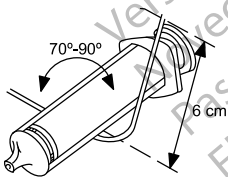

Figura 4. Curve el estilete
2. Seleccione un estilete según la función y la firmeza preferida. Si lo desea, curve suavemente el estilete con un instrumento estéril de superficie lisa (p. ej., el cilindro de una jeringa de 10 o 12 cc) (Figura 4 Curve el estilete en la página 18). Cuando se utiliza el estilete, la probabilidad de que una curva suave se enderezca es menor en comparación con una curva que tenga un ángulo agudo.